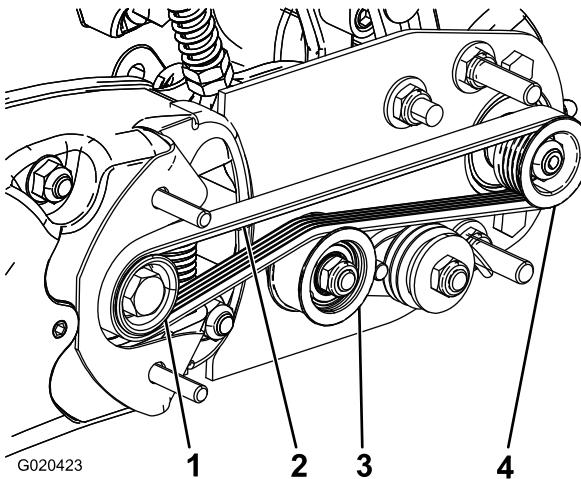

Figura 24
- A. Avvolgete la cinghia intorno alla puleggia motrice successivamente intorno alla parte superiore della puleggia tendicinghia (Figura 24).
- B. Avviate la cinghia sulla **puleggia** condotta (Figura 24).